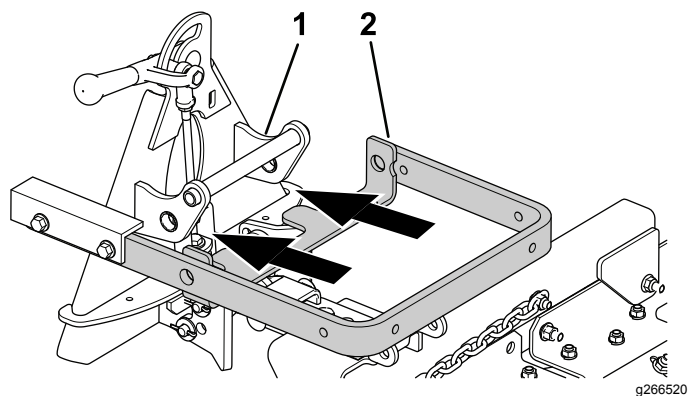
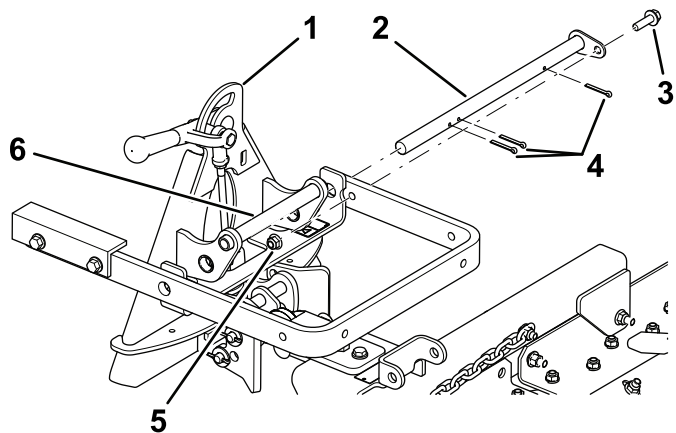

图4
图5
3. 将提升臂与附件连接器上的支架对齐图4然后如图5所示用枢轴杆将它们连接起来。
注意 当移动附件连接器时应使用连接器背面提供的手柄图4。
4. 用 3 个开口销、1 个螺栓 $\frac{3}{8} \times 1\frac{1}{4}$ 英寸和锁紧螺母 $\frac{3}{8}$ 英寸固定枢轴杆图5。